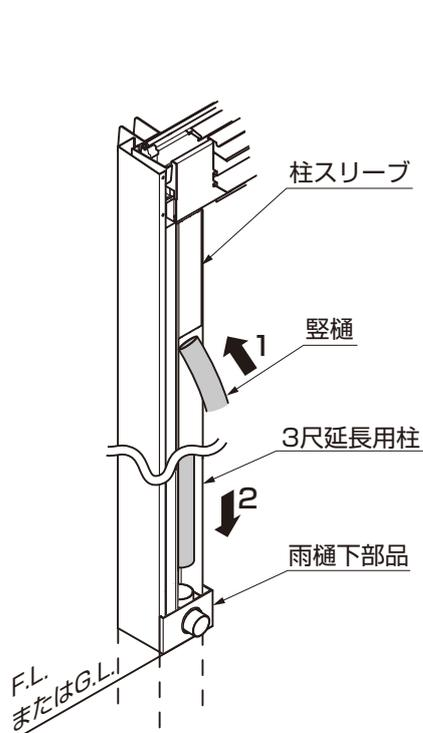
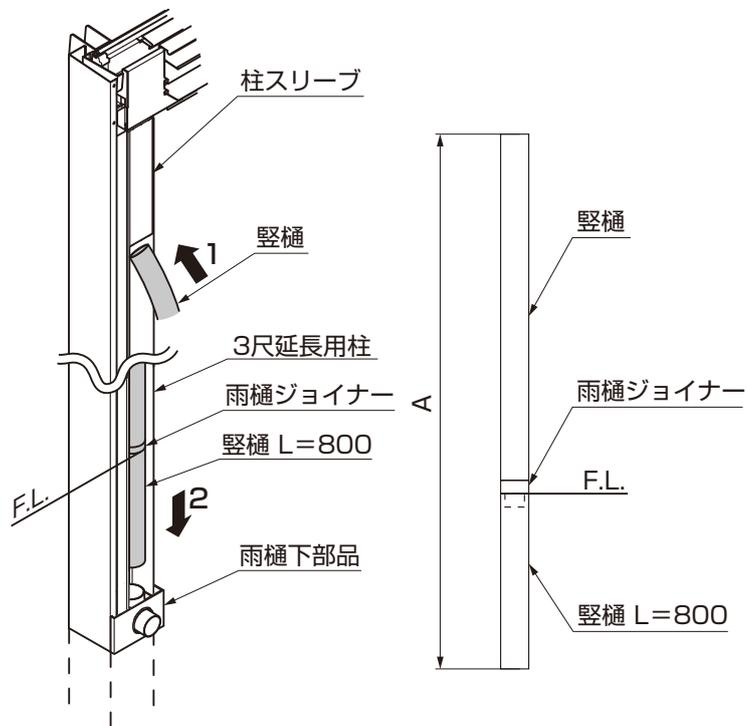

図9-15 標準柱の場合
図9-16 ロング柱の場合
- ② 縦樋を実測A寸法に切断してください。(図9-16参照)
- ③ 縦樋を柱スリーブの裏にある雨樋ジョイナーにはめ込んでください。
- ④ 縦樋を雨樋下部品にはめ込んでください。(図9-15、図9-16参照)